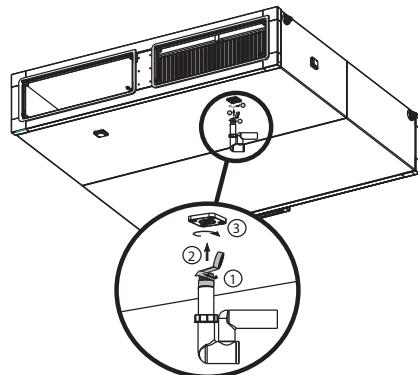

Рис. 21 Переливные сифоны
**В секции перекрестного теплообменника установок VS10-15 сифон требуется вкручивать в не забитое дренажное отверстие, используя тefлоновую ленту (фторопластовый уплотнитель) для исключения протекания места соединения при любом положении сифона (Рис. 21с).**
В стандартном варианте в комплект к агрегатам входят шаровые сифоны, используемые в секциях агрегата, где имеется разрежение. Шаровой сифон не может быть установлен в части агрегата под давлением (за вентилятором). Не нужно устанавливать отводные сифоны в секциях, где образуется повышенное давление. В целях избежания выдува воздуха можно установить сифоны в коммуникации, отводящей конденсат, в соответствии с рис. 21 и таблицей 7. Отводные сифоны или составные части сифонов для секций, в которых избыточное давление, не входят в комплект поставки.